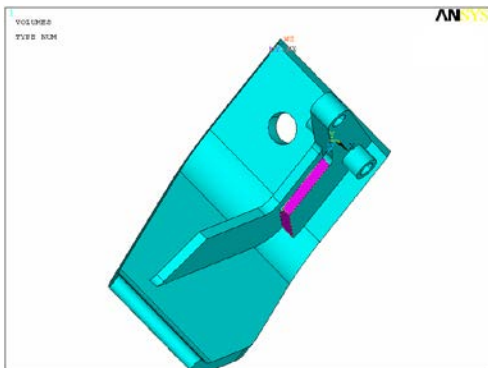

图 3-37 要选择的创建倒角的面
③在图形窗口中，选取如图 3-37 所示加强肋的两个面，单击“OK”按钮。